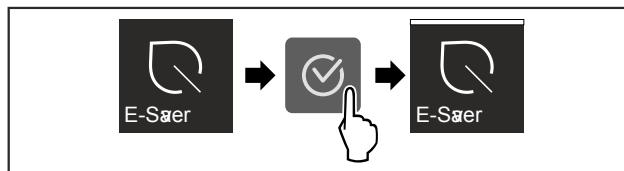

Fig. 15
- ▶ Proveďte akční kroky (viz Fig. 15).